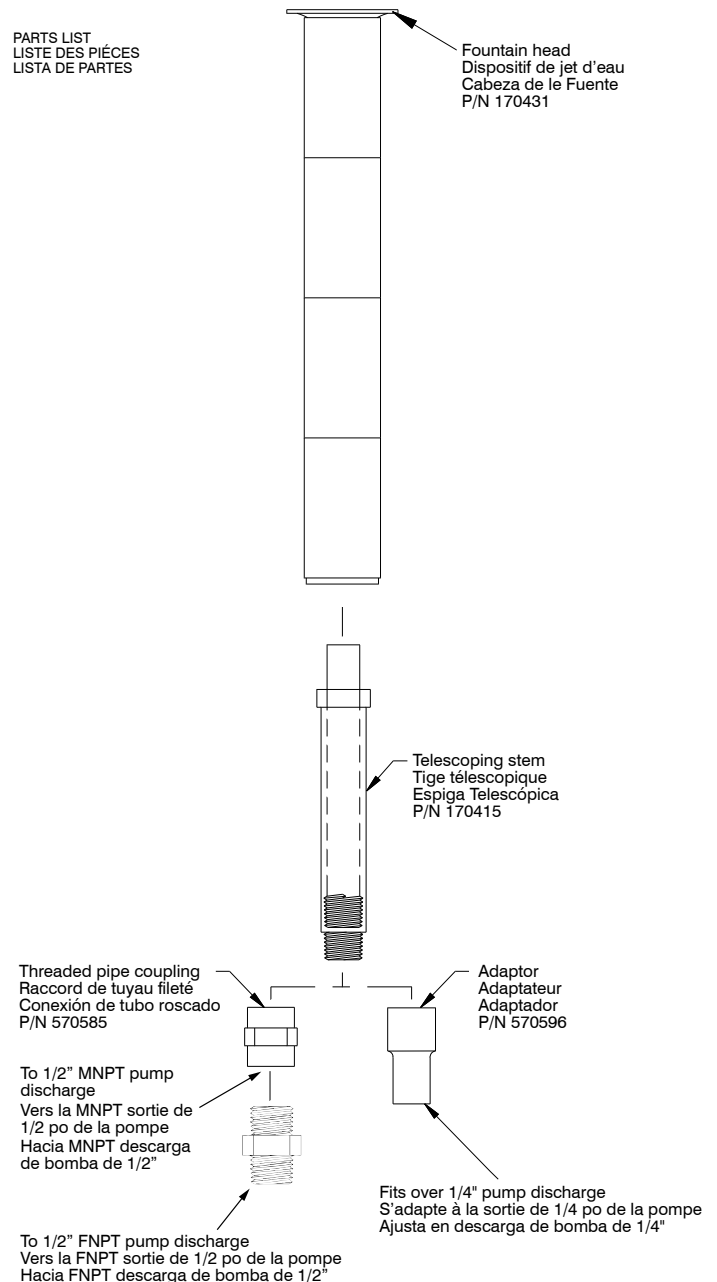

Figure 1
1. The telescoping stem is sized to fit into the fountainhead (Fig. 1). Press the end of the stem into the fountainhead. Do not use any tools or excessive force.
La tige télescopique a la taille requise pour s'emboîter dans le dispositif de jet d'eau (voir Fig.1). Enfoncer l'extrémité de la tige dans le dispositif de jet d'eau. Éviter de trop serrer ou d'utiliser des outils.
La espiga telescópica cabe en la cabeza de la fuente (consulte la fig.1). Presione el extremo de la espiga para que entre en la cabeza de la fuente. No use ninguna herramienta ni fuerza excesiva.